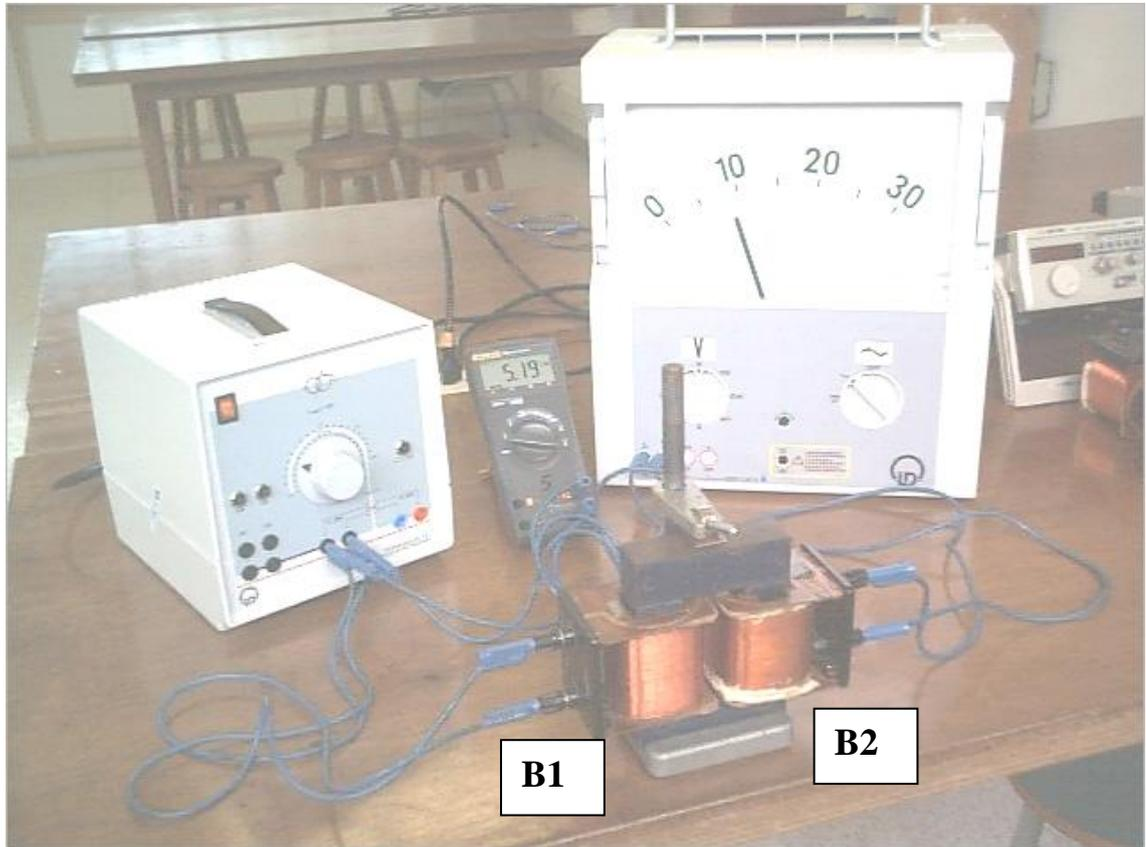

Figura 12.3 Esquema experimental para determinar el funcionamiento del transformador como reductor o elevador.
- c) Monte el circuito de la figura 12.3, empleando el montaje del núcleo laminado con yugo y soporte. Conecte la fuente de voltaje en los terminales para AC (corriente alterna) Cerciórese de que quede bien ajustado. Para el primer montaje considere B1 de 300 vueltas y B2 de 300 vueltas. Conecte el voltímetro Fluke a la bobina B1 para medir el voltaje AC, y el voltímetro Leybold a la bobina B2 para medir su respectivo voltaje AC. Realice sus medidas cada 2 V, por ejemplo, hasta llegar a 10 V, y realice una tabla de V_s (voltaje en el secundario) en función de V_p (voltaje en el primario).